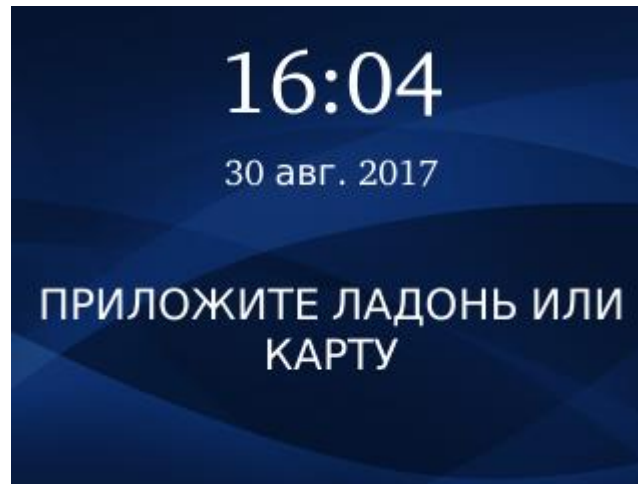

Рисунок 14. Экран терминала в режиме «Ладонь или карта или кнопка»
- Ладонь или карта или кнопка (рисунок 14)